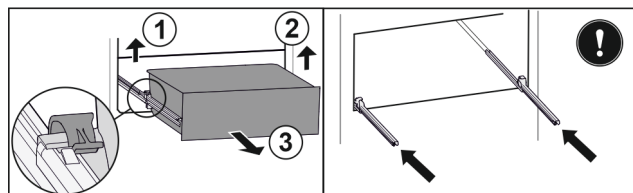

Fig. 92
- ▶ Повдигнете лявата скоба и едновременно с това изтеглете напред чекмеджето отляво. Fig. 92 (1)
- ▶ Повдигнете дясната скоба и едновременно с това изтеглете напред чекмеджето отдясно. Fig. 92 (2)
- ▶ Извадете чекмеджето напред. Fig. 92 (3)